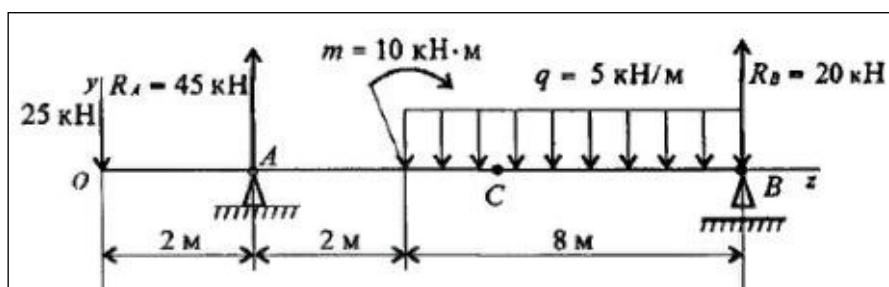

Рисунок 3
- 1) Определите координату z , в которой поперечная сила равна нулю (рис.3)
- 2) Определите величину изгибающего момента в точке С, если $z = 5\text{ м}$ (рис.3)